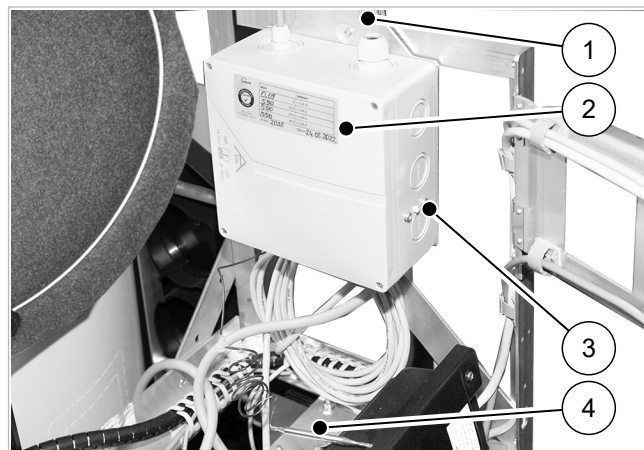

Abb. 30: Anschlussbox für Heizpatrone, montiert
1. Den Sicherheitstemperaturbegrenzer (4, → Abb. 30) in die Hülse an der Heizpatrone stecken und mit beiliegendem Federstecker sichern.